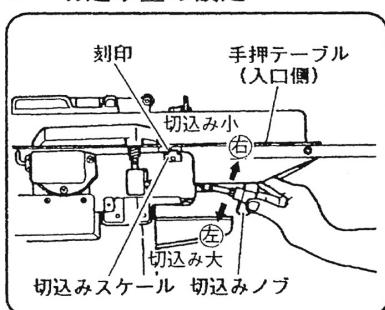

図 14
- (1) 手押テーブル（入口側）の刻印が示す切込みスケールの寸法が切込み量となります。
- (2) 切込みノブを **左** 方向にまわすと切込み量が多くなり、**右** 方向にまわすと切込み量が少なくなります。 (図 14)